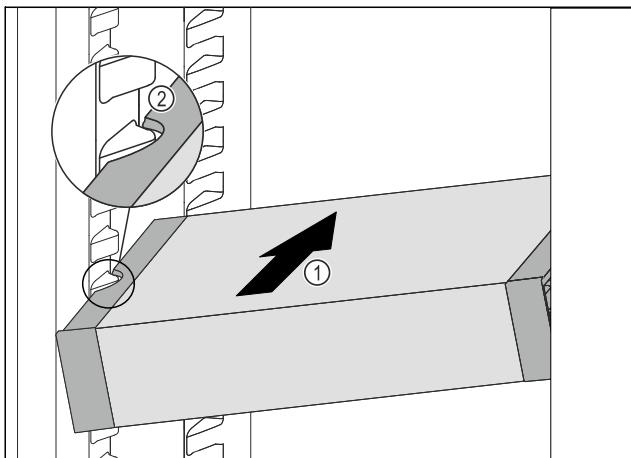

Fig. 122
- ▶ Вкарайте VarioSafe под ъгъл в хладилната част Fig. 122 (1), докато страницните прорези Fig. 122 (2) на VarioSafe се намират на височината на реброто на съда в хладилната част.